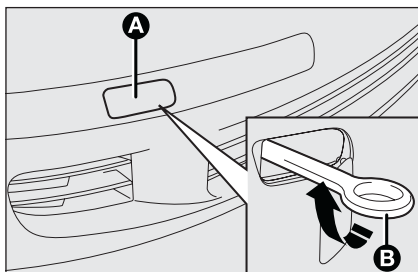
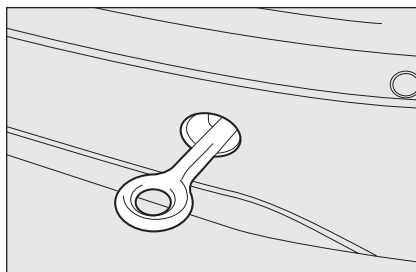

fig. 48
fig. 49
- ☐ visser à fond le crochet sur l'axe fileté arrière **fig. 48** ou avant **fig. 49**.